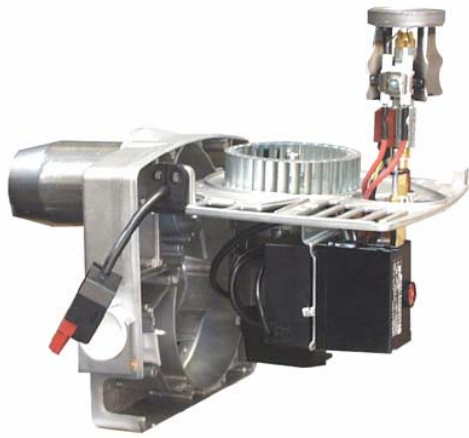
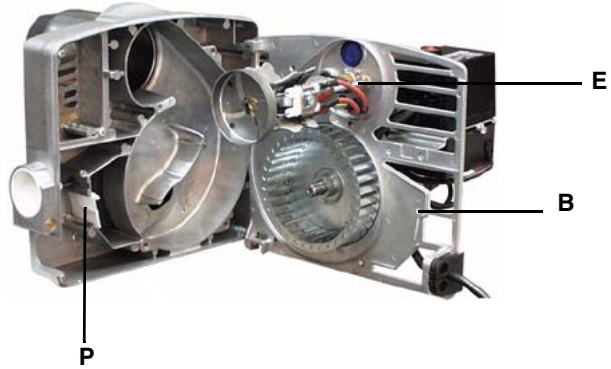

Fig. 13
Fig. 14
- Enganchar la placa en uno de los modos indicados en las Fig. 13 y Fig. 14 para facilitar las operaciones de mantenimiento.
⚠ ATENCION: los electrodos (E en Fig. 14) deben posicionarse lateralmente a la cabeza de combustión.
⚠ NOTA: al volver a montar la placa componentes, prestar atención a que el perno de la compuerta P entre en el correcto compartimiento B (ver Fig. 14).
⚠ NOTA: al volver a montar la placa componentes, prestar atención a que el perno **P** de la compuerta entre en el correcto compartimiento **B** (ver Fig. 14 en la pag. 28).